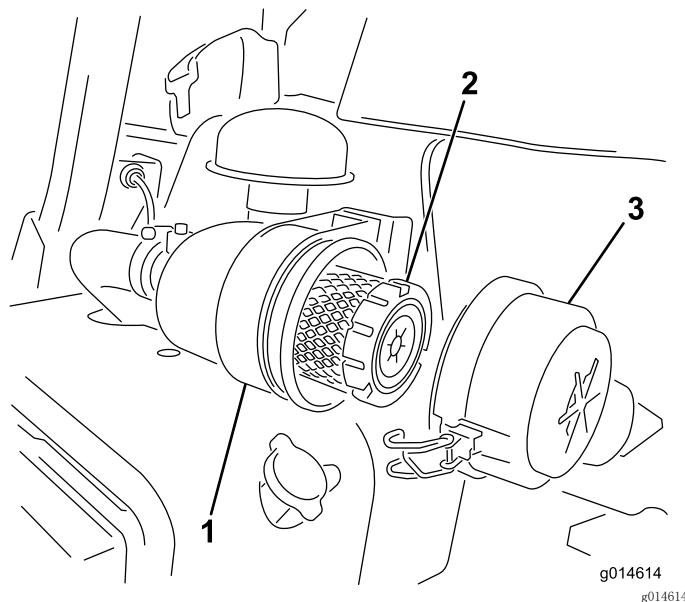

图23
1. 松开将空气滤清器盖固定到空气滤清器壳体上的搭扣（图23）。
7. 固定搭扣（图23）。